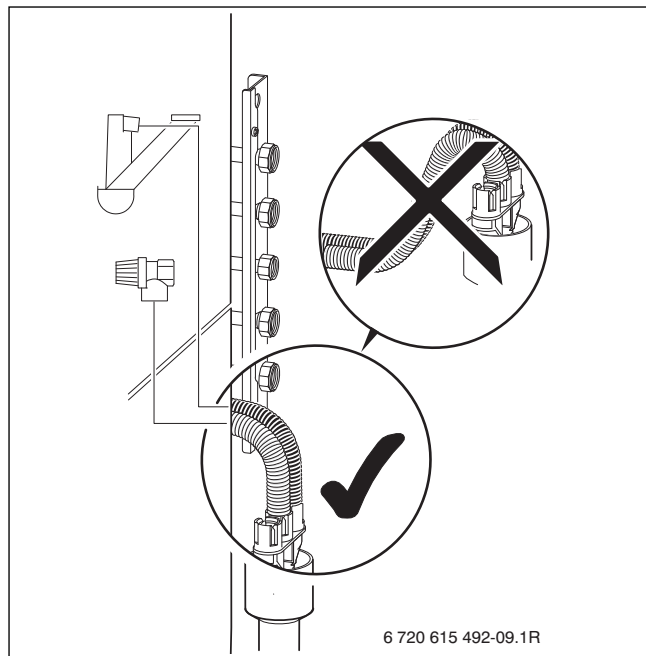

Fig. 32
- Collegare il tubo flessibile della valvola di sicurezza all'imbuto con sifone di scarico (→ fig. 32, pag. 31).